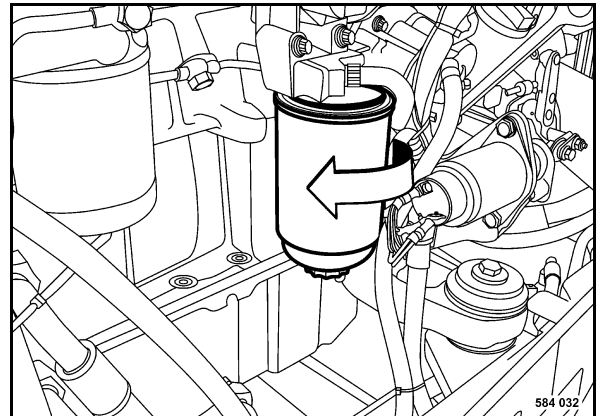

Fig. 151
- Svitare la cartuccia del filtro carburante (Fig. 151) con una chiave a nastro adeguata.